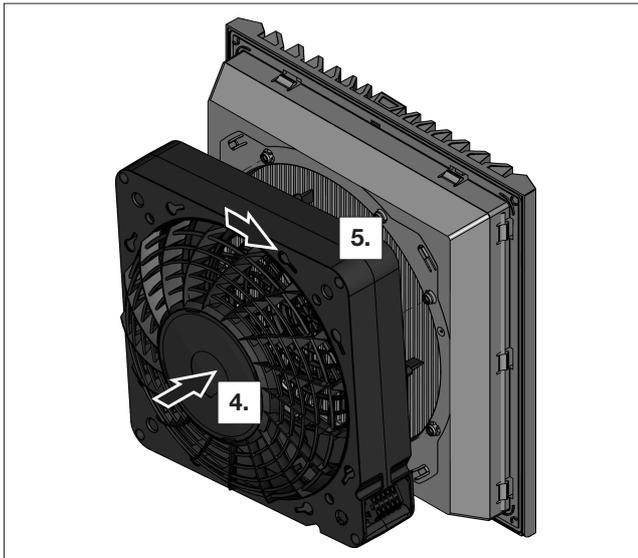

図11: バヨネットロックをロック
- ルーバーグリルにプリーツフィルターを挿入します。レタリング「Top」が挿入方向を示します（図11参照）。